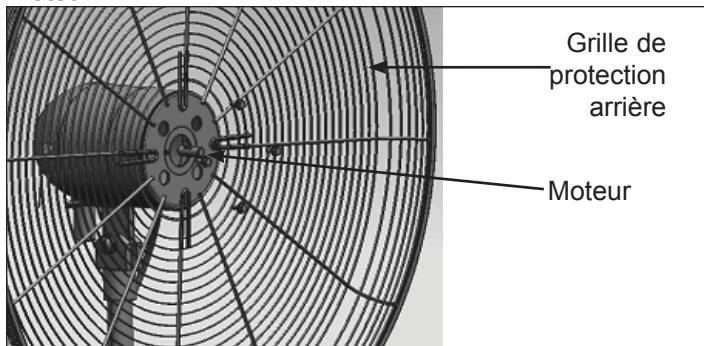

Figure 2 : Fixation de la grille de protection arrière au moteur
8. Faites glisser la protection arrière sur le bloc-moteur et fixez-la à l'aide des (4) vis à embase (Figure 2). Serrez les vis fermement à l'aide de la clé/du tournevis cruciforme.